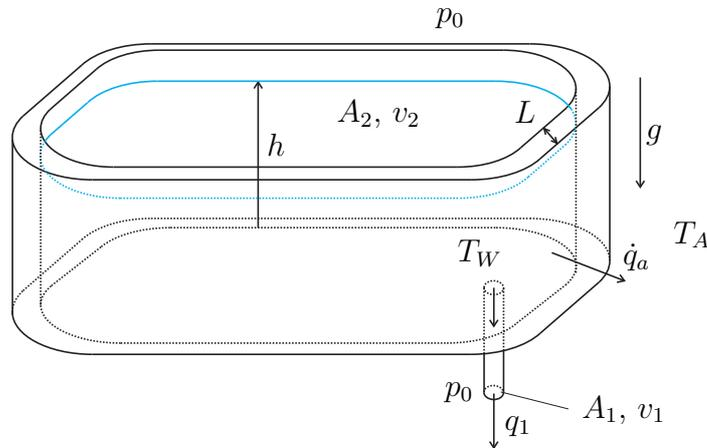

Abbildung 2: Mit Wasser gefüllte Badewanne.
2. Im folgenden Beispiel wird die Badewanne aus Abbildung 2 betrachtet. Diese ist bis zur Höhe h mit Wasser gefüllt. Am Boden der Wanne befindet sich ein Abflussrohr mit der konstanten Querschnittsfläche A_1 . 10 P. |